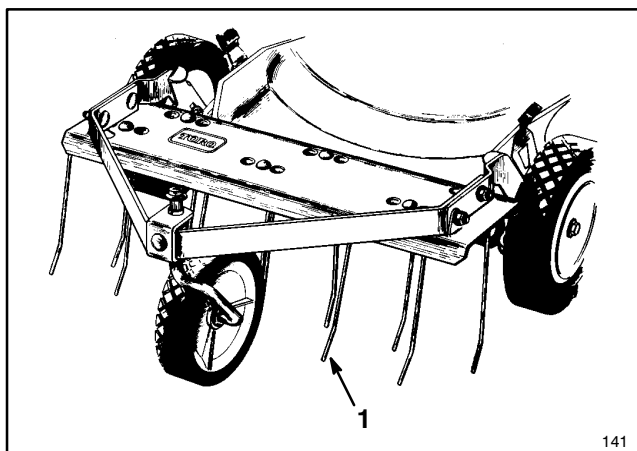

Abbildung 38
1. Zinkenvorsatz-Kit, Modell Nr. 59131 — In Minuten montierbar. Vorne befestigt zwecks einfacher Manövrierbarkeit. Zinken lockern Materialanhäufungen. Für einfaches Absaugen in den Grasfangsack (Abb. 38) und praktische Entleerung.